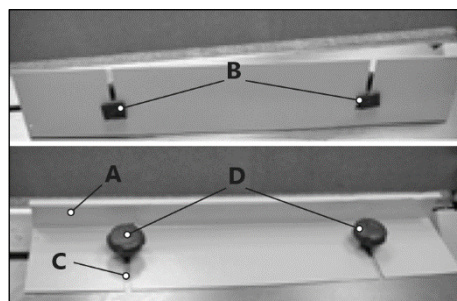

**Рисунок 6.**
Для установки малого рабочего стола (А) выкрутите три винта (F) (рис. 6), установите и закрепите кронштейн (Е) этими винтами.